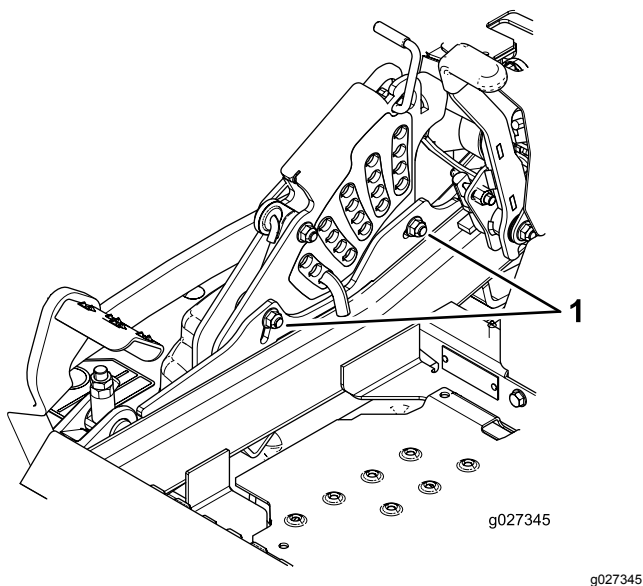

Figura 109
11. Para ajustar el sistema de ajuste de un solo punto, afloje los 2 pernos situados cerca del borde inferior de la pletina de altura de corte (Figura 109).
13. Apriete los 2 pernos en el borde inferior de la pletina de altura de corte (Figura 109).